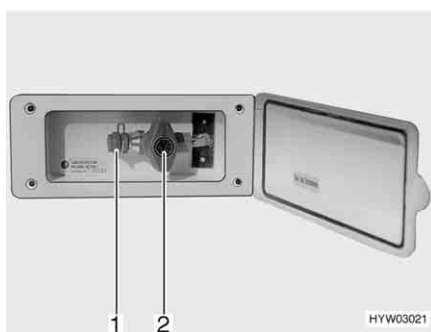

Fig. 59 Presa gas esterna, rubinetto di arresto del gas chiuso
La presa gas esterna si trova (Fig. 59) sul lato anteriore destro vicino al vano portabombole.
- Collegare l'apparecchio a gas esterno all'attacco (Fig. 59,1).
- Aprire il rubinetto di arresto del gas (Fig. 59,2).